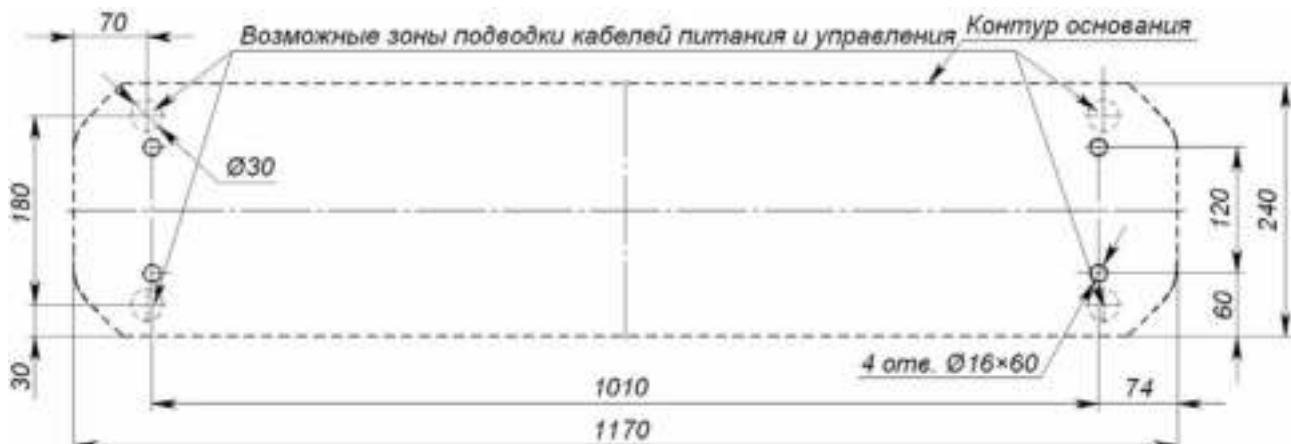

Рисунок 14 Схема разметки для установки стойки турникета
2. Подготовьте в полу отверстия под гильзы анкеров для крепления стойки турникета (см. рис. 14). При необходимости прокладки кабелей под поверхностью пола подготовьте в полу кабельный канал, подходящий к зоне ввода этих кабелей в стойку турникета. Установку и крепление стойки производите после прокладки всех кабелей в кабельном канале и внутри стойки. Прокладка кабелей внутри стойки показана на рис. 11.
4. Демонтируйте заглушку стойки (9) и контейнер картоприемника (10), открыв ключом замки (11, 12). Установите стойку турникета на гильзы анкеров и закрепите ее болтами M10.
6. Снимите крышку турникета (3), отвернув ключом винт установочный (19) (см. разд. 6).